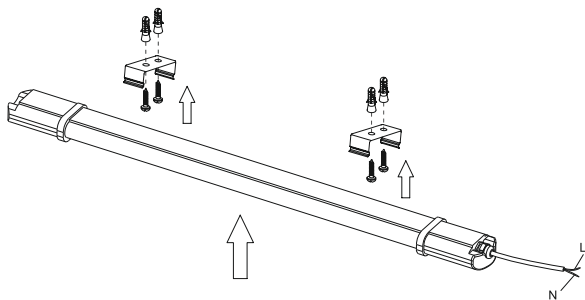

Рисунок 2
4.4 Монтаж светильника на рабочую поверхность производить при помощи монтажных скоб и саморезов, входящих в комплект поставки. Для монтажа необходимо закрепить две монтажные скобы на стене или потолке и защёлкнуть в них корпус светильника (рисунок 2).